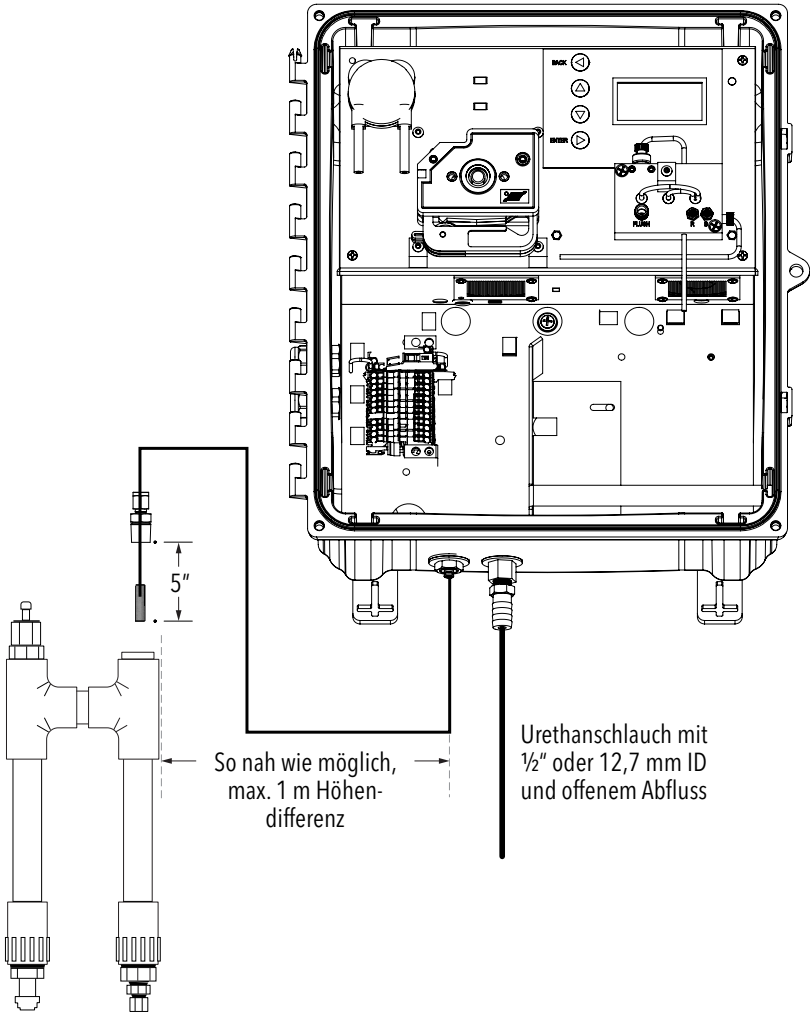

Abbildung 1: WTW Chlorine 3017M DPD Chlor-Analyzer und Probeneinlassvorrichtung (empfohlene Installationskonfiguration)
3. Installieren Sie die Probeneinlassvorrichtung an ihrem vorgesehenen Platz (falls zutreffend). Eine ideale Position ist unter und links vom Analyzer. Siehe Abbildung 1.